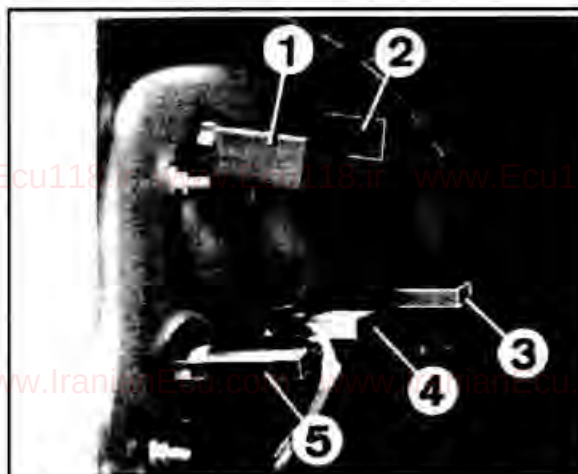

Рис. I-38. Замена ламп задних фонарей:
- Вынуть лампу из держателя, нажав на нее и повернув влево. Расположение ламп заднего фонаря показано на рис. I-38.